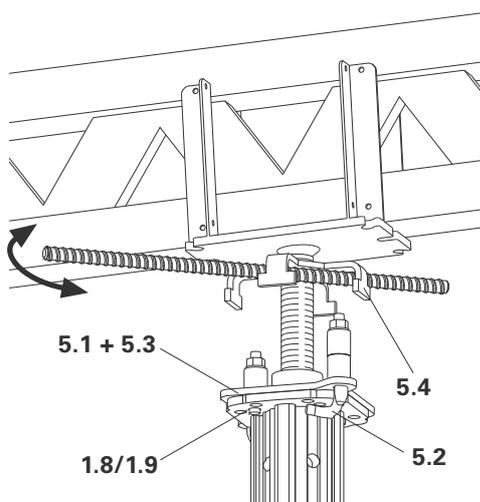

Fig. 15
- Maks. spindellengde: 100 mm. (Fig. 15)